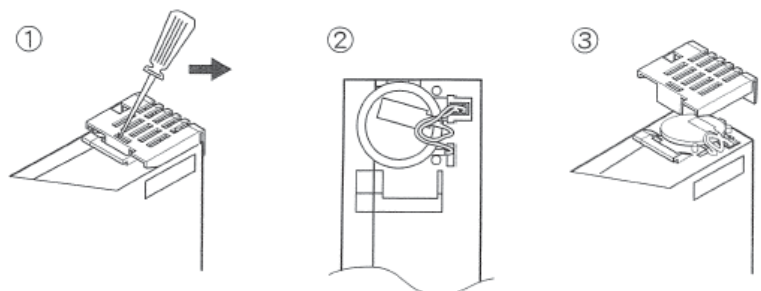

Fig. 18: Remplacement de la pile dans le module CPU
- L'état de charge de la batterie tampon de l'horloge est détecté par le système et signalé si nécessaire. De plus, un cycle de remplacement de 12 mois est recommandé. Pour ce faire, remplacer la pile dans le module CPU (voir fig. 18).